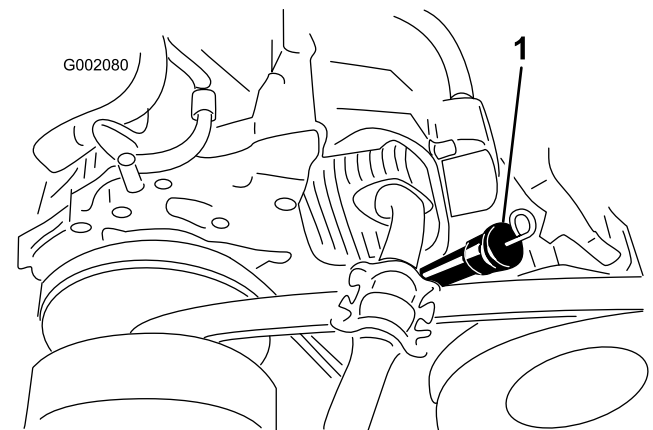

Figura 18
3. Utilice un trapo para limpiar alrededor del tubo de llenado (Figura 18) para impedir que caiga suciedad por el tubo y cause daños en el motor.
4. Retire la varilla de aceite y limpie el extremo (Figura 18).
5. Introduzca la varilla a fondo en el tubo de llenado (Figura 18).
8. Instale la varilla de aceite y asíéntela firmemente (Figura 18).